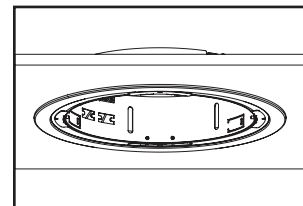

Figura 30.
- Alinee los receptores del muelle de torsión con los pilotes del alojamiento (si estuvieran colocados) y asegúrese de que los muelles de montaje no toquen ninguna parte del alojamiento para que, de esta forma, las patas de montaje o el anillo de banda adaptadora (si estuviera incluido) queden a ras del techo. Puede ser necesario girar la unidad del anillo adaptador para evitar su obstaculización (Figura 30).